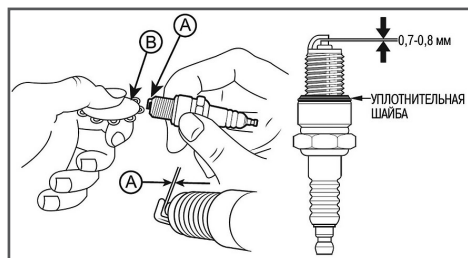

Рис. 22. Зазор между электродами свечи зажигания
4. Измерьте зазор А между электродами свечи зажигания специальным щупом В (Рис. 22). Зазор должен быть 0,7- 0,8 мм (Рис. 22). При увеличении или уменьшении требуемого зазора, рекомендуется заменить свечу, так как регулировка зазора может привести к изменению качества искрообразования.